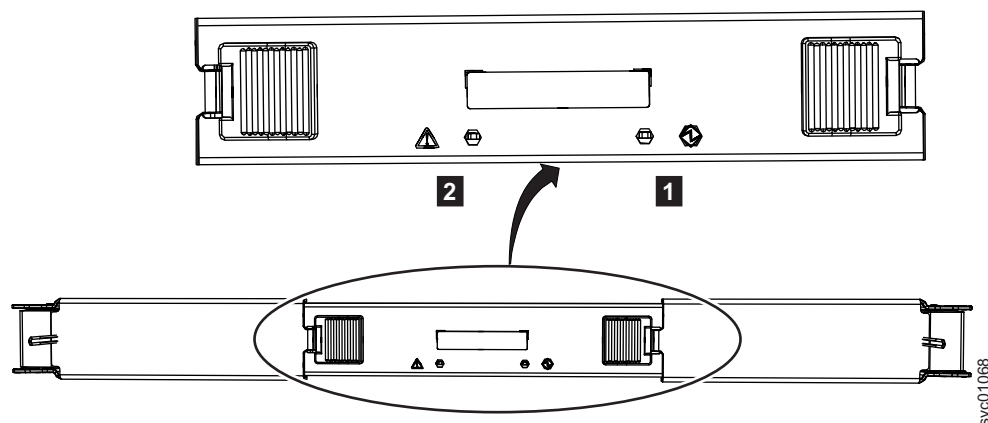

Figura 87. LEDs em um módulo do expansor secundário
2. Identifique o módulo do expansor secundário a ser substituído; Figura 87 mostra os LEDs na parte superior de um módulo do expansor secundário.